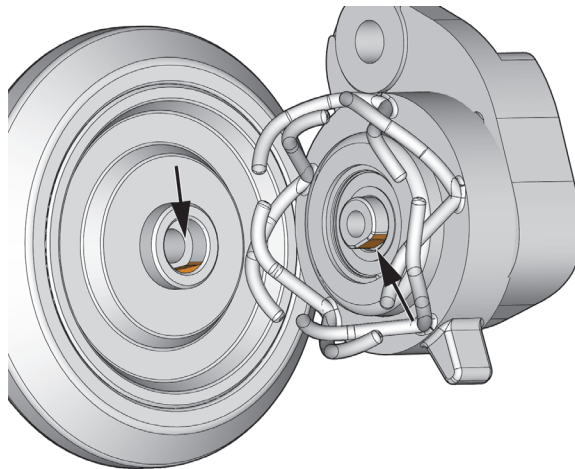

图 5-16 轮子和轴的平沿
2. 安装轮子时，将轴和轮子上的平沿对齐，将轮子按压到轴上，压紧摩擦环，然后安装螺钉（参见第81页的图 5-16）。